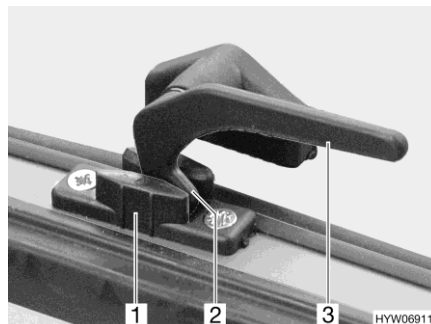

Bild 26 Låsarm (läget "kontinuerlig vädning")
- I läget "kontinuerlig vädning" (Bild 26)
- Sväng låsarmen (Bild 26,3) ett kvarts varv mot fönstrets mitt.
- Vrid tillbaka alla låsarmer. Därvid måste låsspaken (Bild 26,2) föras in i spåret på fönsterlåset (Bild 26,1).